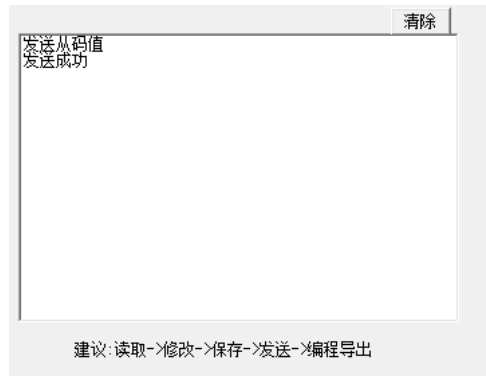

图 2
(5) 上述操作已完成对“中心 IP 地址”的编程，此时用户可点击“读取编程值”来检验是否配置正确。查询如图 2 所示。
(6) 编程完成后，用户点击“编程生效”让模块重启，此时模块将会更新配置数据，采用新的配置运行。